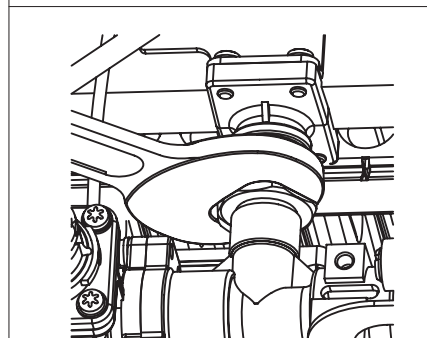

fig. 9
- Svitare il dado di fissaggio del bruciatore (fig. 9)